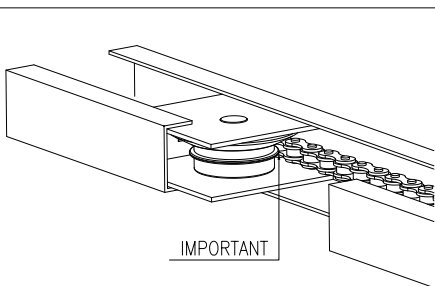

Fig. 6A
**¡Atención!** Al concluir la instalación de la automatización, controle que la tracción de la cadena (correa) sea correcta, ATT. fig.6A. Si la cadena estuviera floja con la puerta cerrada, regúlela con la tuerca D.